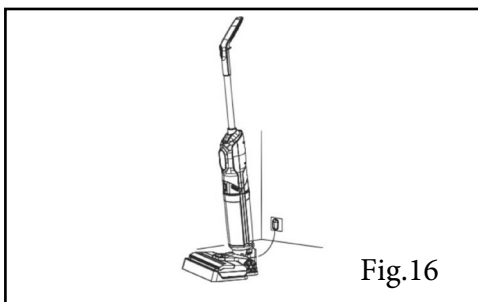

Fig.16
Per attivare la funzione di autopulizia: posizionare l'apparecchio sulla base di ricarica (R) e collegare la spina ad una presa della corrente (Fig. 16).